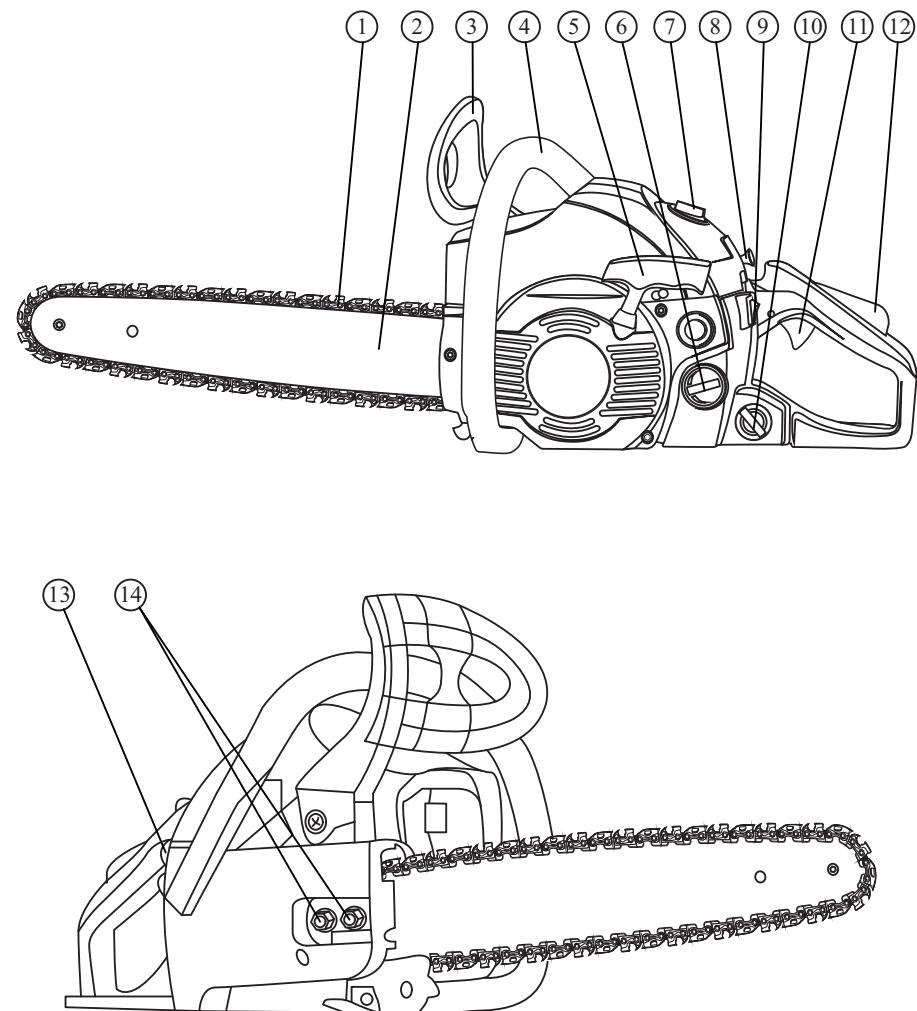
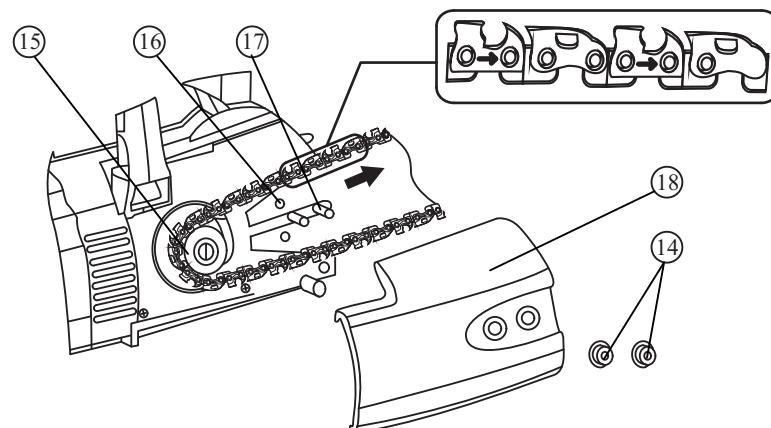

Рис. 1
Рис. 2
##### 4.2.1. Установите пильную цепь в следующем порядке (рис. 2):
- отверните две гайки 14 (рис. 1) и снимите крышку натяжителя 18 (рис. 2);
- наденьте на шину 2 пильную цепь 1 так, чтобы режущая кромка была направлена в сторону движения цепи (рис. 2) (в соответствии с обозначением направления движения на самой цепи);